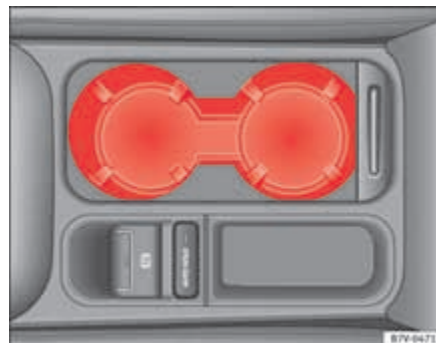

Fig. 122 Consola central delantera: portabebidas.
- Para *abrir*, desplazar la cubierta hacia atrás ⇒ fig. 122.